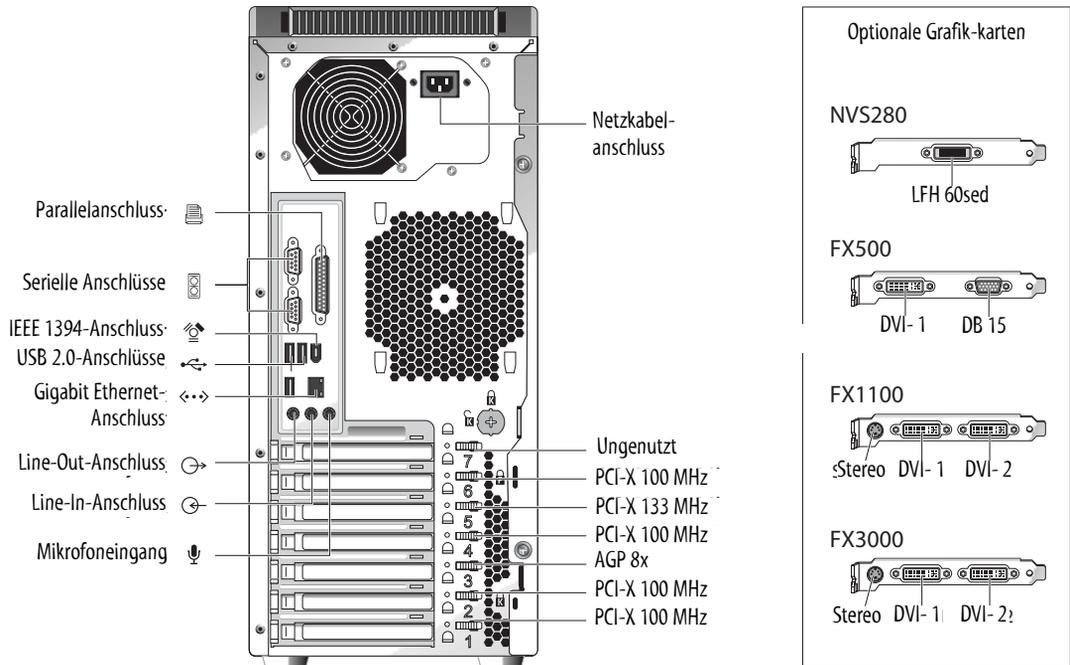

ABBILDUNG 1-2 Rückansicht
ABBILDUNG 1-2 zeigt die Rückansicht der Sun Java Workstation W1100z und W2100z.
- Wenn sich die Workstation mithilfe des entsprechenden Betriebssystembefehls nicht herunterfahren lässt oder kein solcher Befehl verfügbar ist, drücken Sie den Ein/Aus-Schalter (siehe ABBILDUNG 1-2).